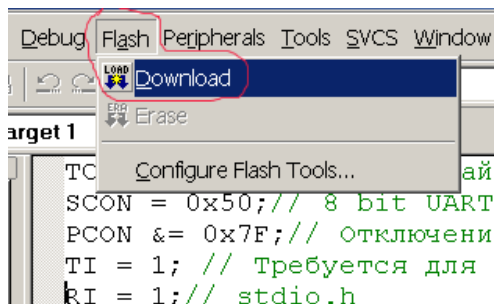

Рис. 26.
2. При помощи меню *Flash -> Download* запустить среду T167B на выполнение командного файла load.167 (см. рис. 26). После чего необходимо перезагрузить стенд (нажав на кнопку сброс).